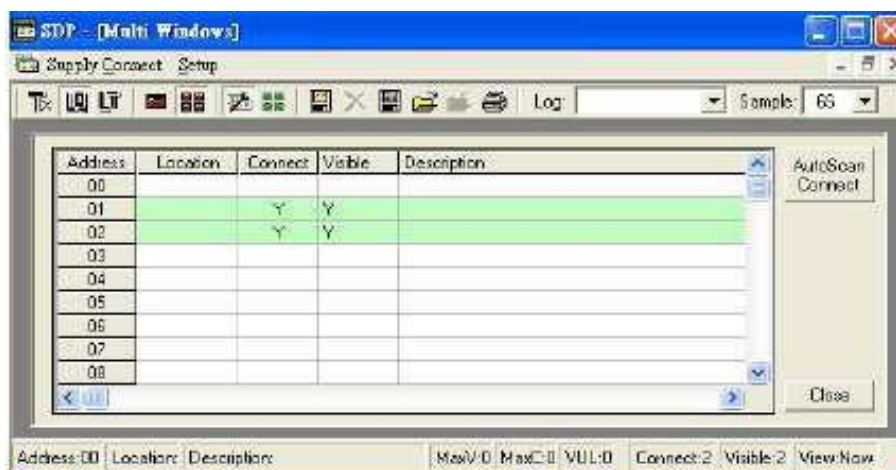

Ilustración 8.5.1b Configuración de conexión de fuente de alimentación múltiple.
3. Haga clic en el icono resaltado en rojo de la ilustración anterior (8.5.1a), y aparecerá en pantalla **Multi Power Supply Connect Setup** (Figure 8.5.1b).
4. Haga clic en **“AutoScan Connect”**. La ventana mostrará la fuente de alimentación conectada, la cual se indica como “Y”, como se puede observar en la ilustración 8.5.1b.